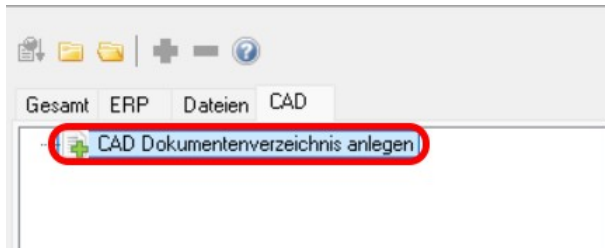

Abbildung 5.1.1: Dokumentenverzeichnis anlegen
5. Führe einen Doppelklick im Dokumentenfenster auf **CAD Dokumentenverzeichnis anlegen** aus (siehe Markierung in nachstehender Abbildung 5.1.1).